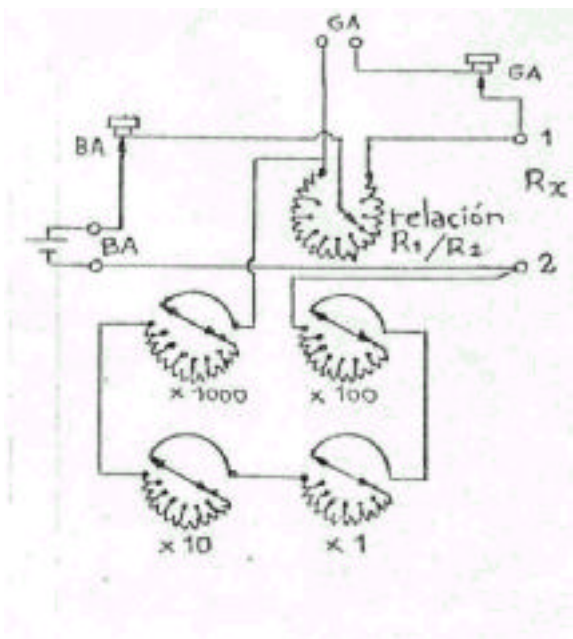

Fig. 5
b) Manteniendo constante la relación R_1/R_2 variando R_3 como sucede en los puentes de cajas de décadas. En este caso la relación R_1/R_2 toma valores de factores decimales: 10^n , donde n varía en general desde -3 a $+3$, R_3 esta constituida por 3 a 6 décadas de resistores conectadas serie que permiten modificar su valor en pasos discretos. El puente utilizado en el trabajo práctico (fig. 5) tiene 4 décadas con pasos de 1, 10, 100 y 1000 Ω .
La fig. 5 muestra el circuito interno del puente. Los pulsadores de batería marcado BA y del galvanómetro designado GA pueden mantenerse permanentemente operados girándolos hasta que los respectivos puntos enfrenten los indicaciones EA o GA en el panel